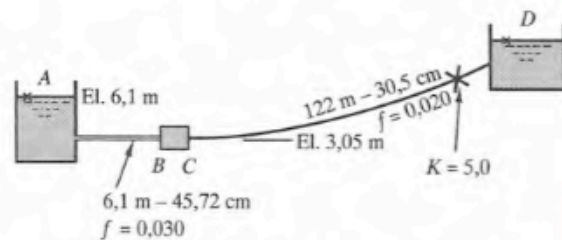

Figura 8.9.
- 8.68. Si la bomba *B* de la Figura 8.9 transfiere al fluido 71 CV cuando el caudal de agua es de 222 l/s, ¿a qué elevación puede situarse el depósito *D*?